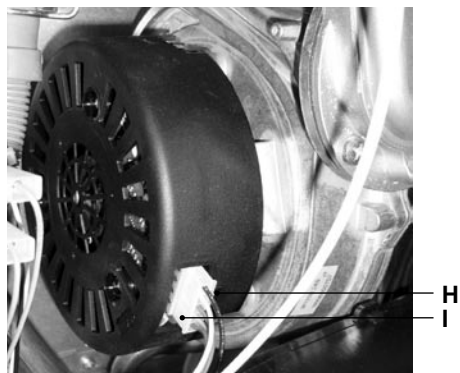

Figura 9.8
- Scollegare il connettore del ventilatore I premendo il gancio in plastica H posizionato nella parte posteriore del connettore (Figura 9.8).